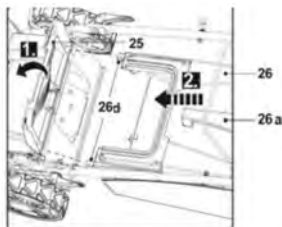

Fig. 5
3. Deschideți protecția deflectorului spate (25) și țineți-o în poziție (Fig. 5, pasul 1).
5. Aliniați cârligele (26d) cu fantele și agățați colectorul de iarbă pe acestea (Fig. 5, pasul 2)
6. Eliberați cu grijă protecția deflectorului spate (25) ulterior.